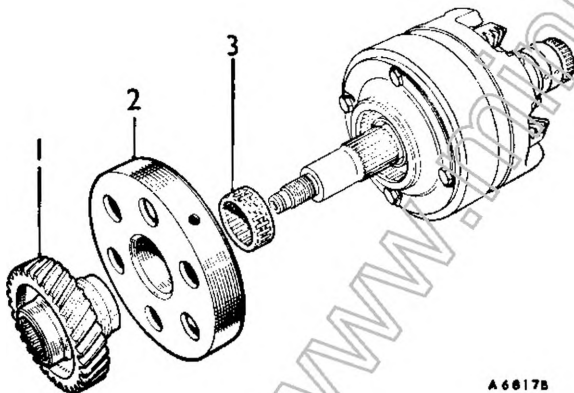

Fig. Fa. 55
30. Rimontare l' ingranaggio secondario ed il cuscinetto a rullini (Fig. Fa. 55).